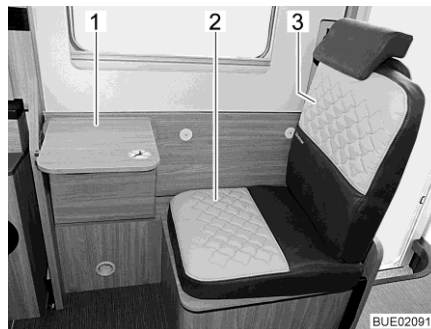
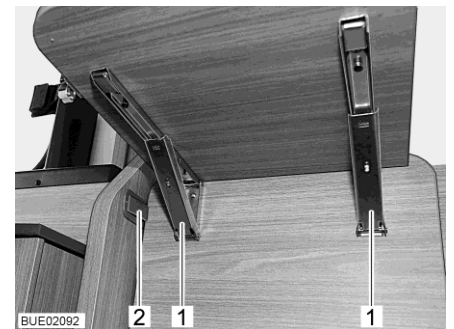

Fig. 29 Siège supplémentaire avec table pliante
Fig. 30 Crans d'arrêt sur la table pliante
- Mettre le coussin d'assise fourni (Fig. 29,2) et le coussin de dossier (Fig. 29,3) en place.
- Faire pivoter la partie avant de la banquette longitudinale vers le haut jusqu'à ce qu'elle s'enclenche dans le cran d'arrêt en plastique (Fig. 30,2).
- Rabattre le plateau de table vers le bas : Déverrouiller les deux crans d'arrêt (Fig. 30,1) et faire pivoter le plateau de table (Fig. 29,1) vers le bas.